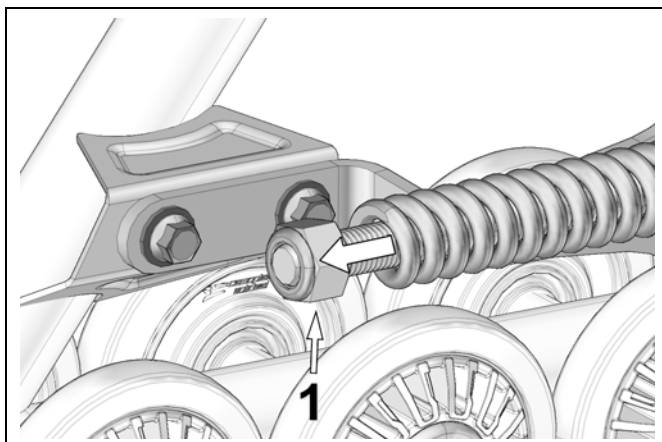

Abbildung 10
- Mutter (1) die den Gummikegel der Stabilisierungsstange zusammendrückt, lösen. Die Mutter sollte keinen Druck mehr auf den Gummikegel ausüben. Siehe Abbildung 10.